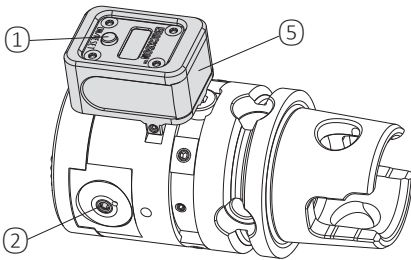
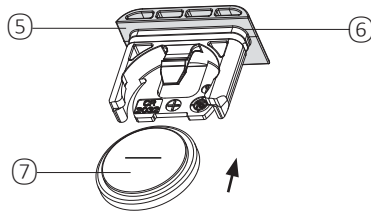

Bild 2
Bild 4
- ① Batterie wird angezeigt = Batterie schwach
- ② Vorzeichen –
- ③ Kommastrich für Dezimal-Anzeige
- ④ Ablesewert in mm
**Batteriewechsel** (Bild 2, 4)
Zum Wechseln das Batteriefach ⑤ (Bild 2, 4) aus dem Anzeigergerät ziehen, alte Batterie entnehmen und sachgemäß entsorgen. Die neue Batterie Lageorientiert laut Bild 4 einsetzen. Danach das Batteriefach vollständig in das Anzeigergerät einschieben.